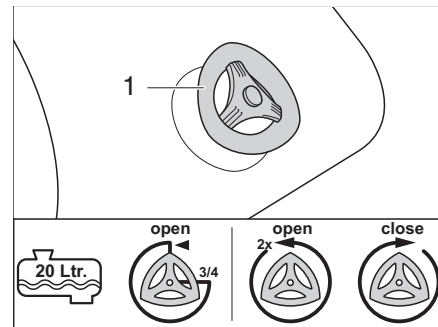

Fig. 286 Llave de desagüe
- 1/2 lleno o menos: Girar la llave de desagüe (Fig. 286,1) 3/4 de vuelta en el sentido contrario de las agujas del reloj. Se vacía el agua.
- 3/4 lleno y más: Girar la llave de desagüe (Fig. 286,1) 2 vueltas en el sentido contrario de las agujas del reloj. Se vacía el agua.
- Cerrar la llave de desagüe (Fig. 286,1) en el sentido de las agujas del reloj.